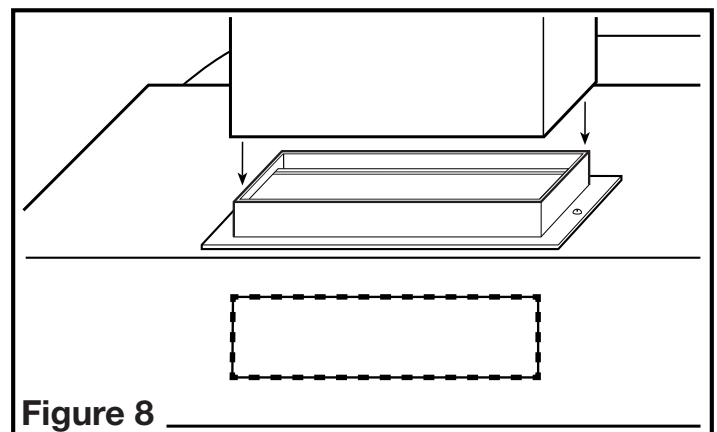

Figure 8
1. Raccorder les conduits au collet et au clapet de la hotte. Assurez-vous que les joints des conduits et les pénétrations extérieures sont scellés avec du mastic ou tout autre matériau similaire pour créer un passage d'air étanche afin de minimiser la perte ou le gain de chaleur et réduire le risque de condensation. Placez / enveloppez l'isolant autour du conduit et / ou ventilateur afin de minimiser la possibilité d'accumulation de condensation à l'intérieur du conduit, ainsi que la perte ou le gain de chaleur (Figure 8).